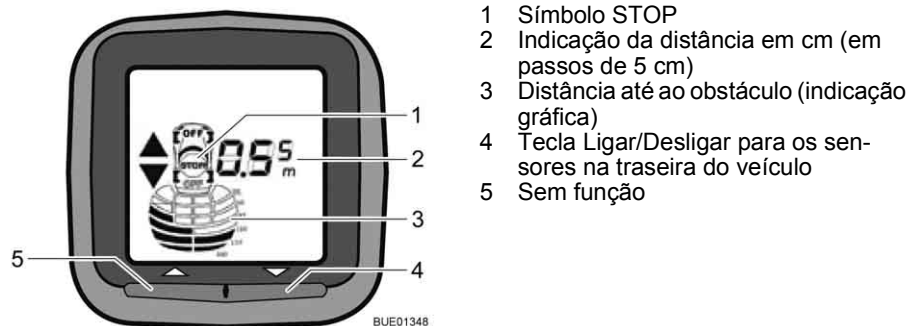

Fig. 20 Unidade indicadora Park Boy V
No habitáculo há uma unidade indicadora munida de um display (Fig. 20) que indica a distância até ao obstáculo. Simultaneamente, soa um sinal acústico de aviso.
- Premir a tecla Ligar/Desligar (Fig. 20,4). O display ilumina-se e nele aparece o símbolo indicador do veículo. O controlo de estacionamento à distância está pronto a fazer a medição.
- Premir a tecla Ligar/Desligar (Fig. 20,4). O controlo de estacionamento à distância pode ser desligado em qualquer altura, independentemente do método de ligação escolhido, premindo a tecla Ligar/Desligar.
O display (Fig. 20) mostra a distância em passos de 5 cm. Indicada é sempre a menor distância medida por um sensor.